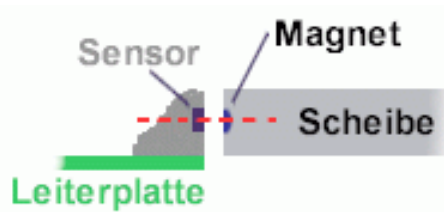

Abbildung 3 Korrekte Ausrichtung von Magnetring und Sensor.
- Den Magnetring in Pfeilrichtung so weit drehen, bis sich der S-Magnet kurz vor dem Sensor (Pfeil, siehe Bild (1)) befindet.
- Dabei darauf achten, dass sich die Magnete in dem Magnetring auf Höhe des Sensors befinden, siehe Abbildung 3.